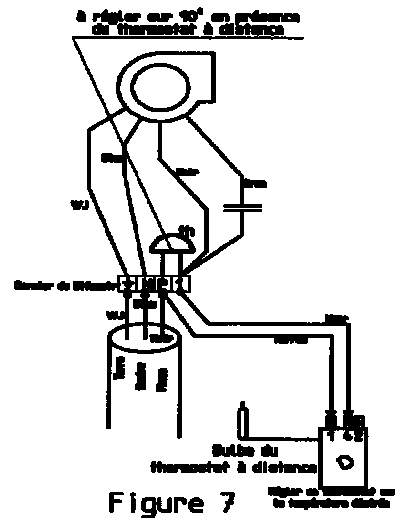

Figure 7
- ◆ L'utilisateur prefere avoir un acces plus facile au reglage du thermostat. Il se met en place sans pour autant demonter celui livre sur l'appareil. Son raccordement electrique est facilite par une attente prevue sur le connecteur (figure 7)